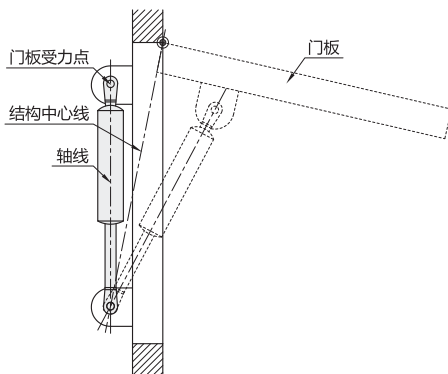

图3
- 3、支点安装位置是氮气弹簧能正确进行工作的保证，当关闭时让门板受力点移过结构中心（图3），否则氮气弹簧会经常自动将门推开。